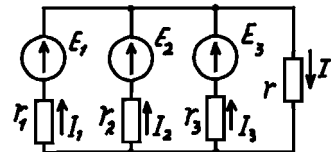

рис. 8
8. Три генератора напруги (**рис.8**), е.р.с. яких  $E_1=48 \text{ В}$ ,  $E_2=E_3=45 \text{ В}$ , а внутрішній опір  $r_1=1,2 \text{ Ом}$ ,  $r_2=1 \text{ Ом}$ ,  $r_3=1,5 \text{ Ом}$ , працюють паралельно на одне навантаження, опір якого  $r=4,2 \text{ Ом}$ . Виконати заміну цих генераторів одним еквівалентним, визначив його е.р.с. і внутрішній опір. Чому дорівнюють струми крізь кожний генератор і навантаження? (10 оч.)